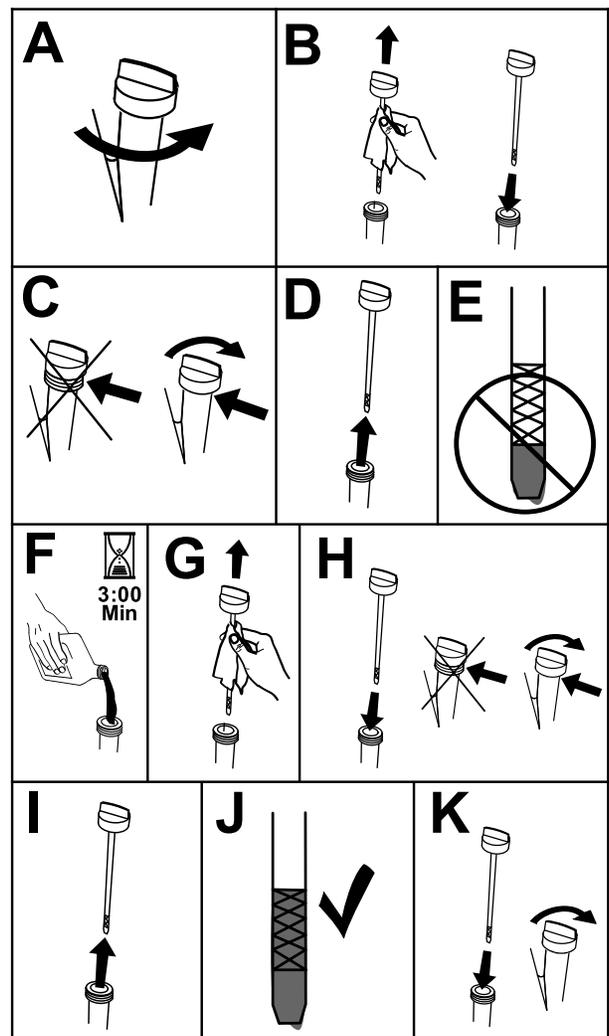

Figura 42
3. Pentru a îndepărta murdăria, iarba tăiată etc. departe de motor, curățați zona din jurul rezervorului de ulei și al jojei înainte de a o scoate (Figura 42).